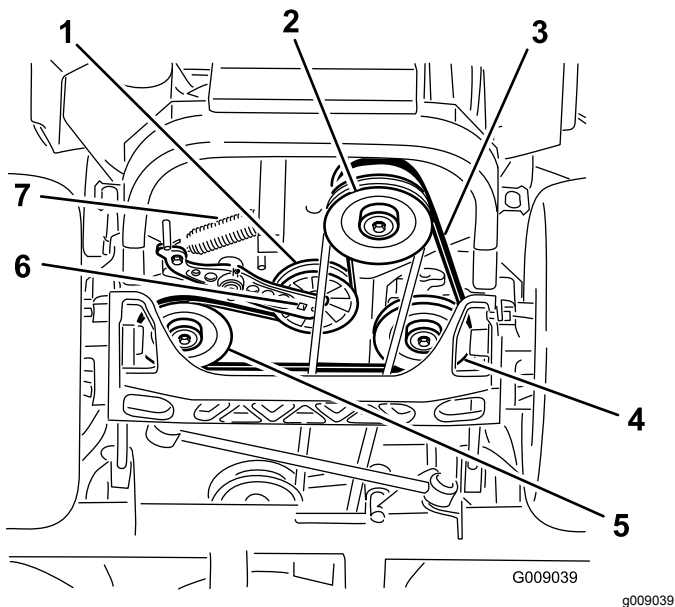

Figure 90
- Soulevez la machine sur des chandelles (Figure 90).
5. Insérez un rochet dans le trou carré du bras de la poulie de tension pour déposer le ressort de la poulie de tension (Figure 90).
6. Décrochez le ressort de tension sur le cadre (Figure 90).
9. Insérez un rochet dans le trou carré du bras de tension pour installer le ressort de la poulie de tension sur le cadre (Figure 90).